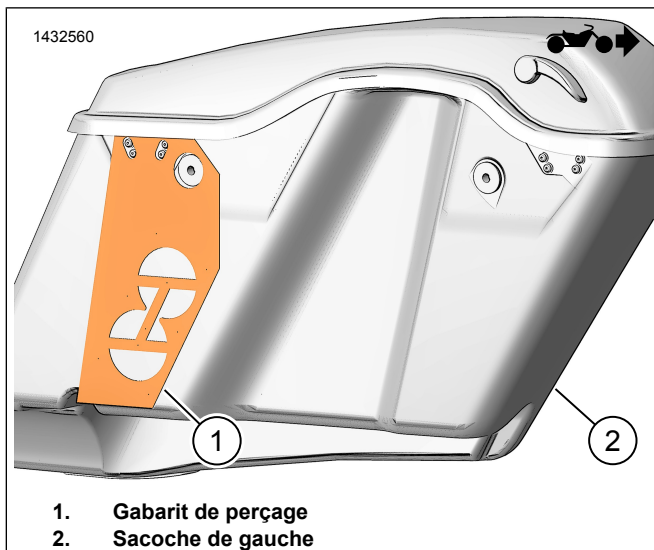

Figure 2. Modèle de sacoche gauche
1. Voir la Figure 2. Positionnez le modèle de perceuse (1) sur la sacoche gauche (2).
Voir la Figure 2. Modifiez la sacoche de gauche (2).